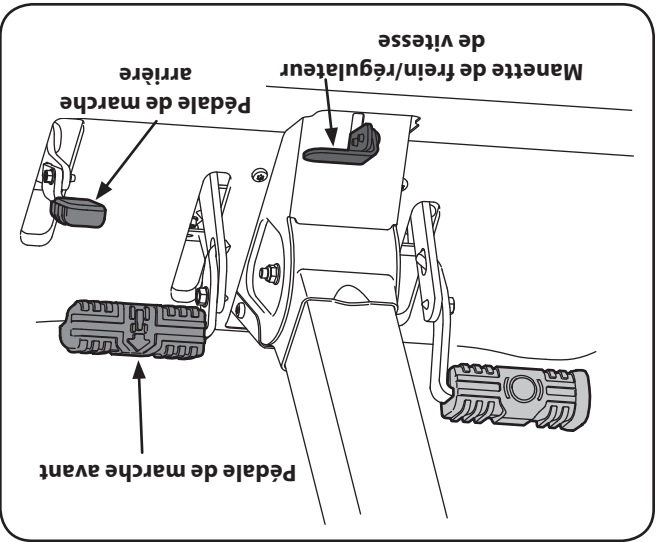

Figure 5-2
- 6. Pour vous déplacer en MARCHE ARRIÈRE, assurez-vous qu'il n'y a pas d'obstruction derrière vous, puis appuyez lentement sur la pédale d'accélérateur avec la plante de votre pied (et pas votre talon) jusqu'à l'obtention de la vitesse désirée. Voir la Figure 5-2.